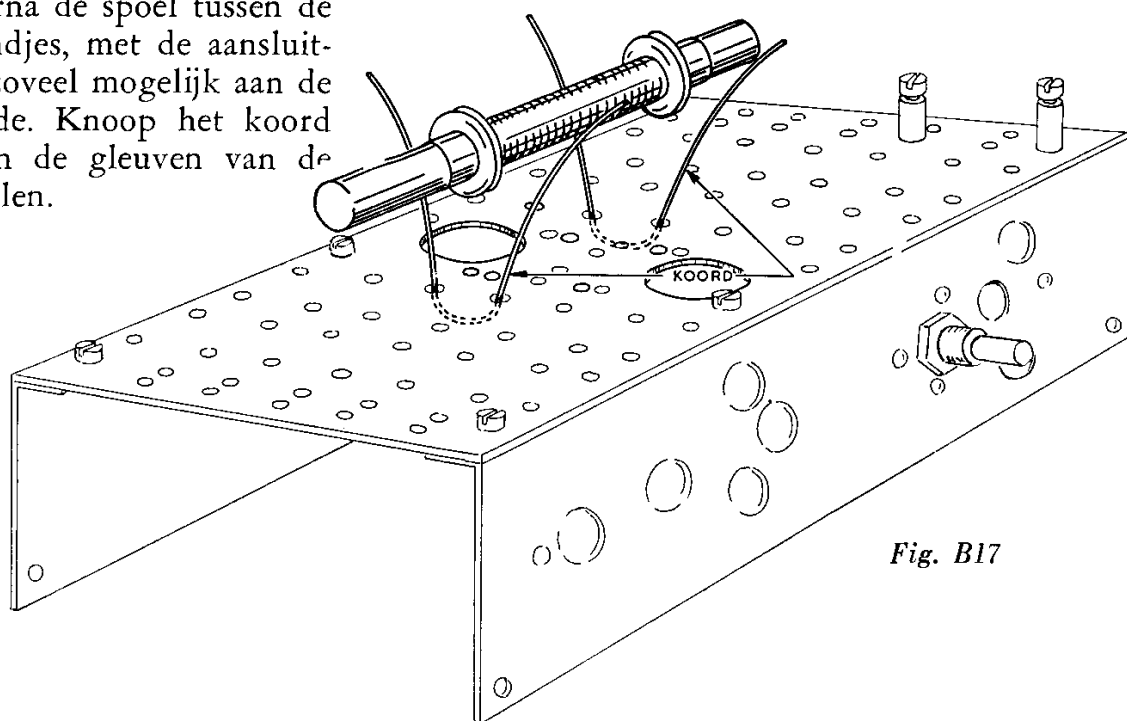

Fig. B17
15. Verdeel het koord, dat in de doos aanwezig is, in twee gelijke stukken en haal elk stuk door twee gaatjes in de bruine isolatieplaat (fig. B17). Leg daarna de spoel tussen de koordeindjes, met de aansluitdraden zoveel mogelijk aan de onderzijde. Knoop het koord samen in de gleuven van de rubbertulen.